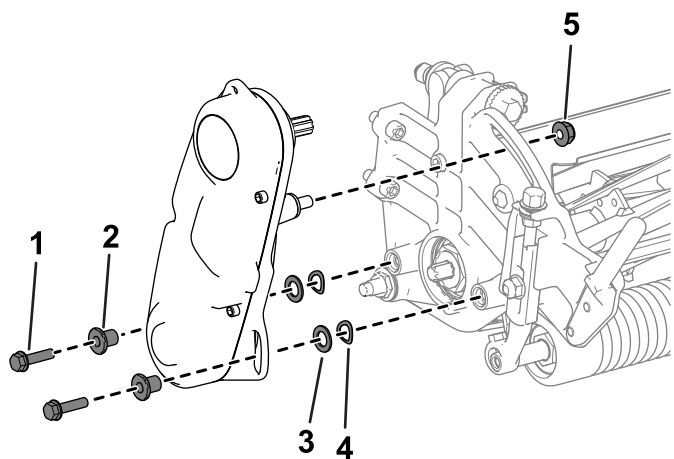

Figura 31
2. Retire los herrajes que fijan el conjunto de la transmisión del molinete a la placa lateral (Figura 31).
3. Retire el conjunto de la transmisión del molinete, las arandelas planas, las arandelas de muelle y los espaciadores de la placa lateral (**Figura 31**).